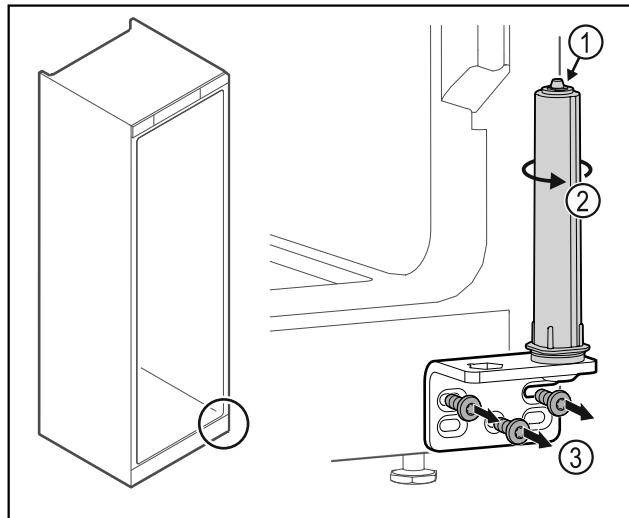

Fig. 36
- Ne razstavite sistema za zaklepanje vrat Fig. 36 (1).
- ▶ Obračajte zaporni sistem Fig. 36 (2), dokler ne klikne.
- ▶ Odvijte kotnik tečaja vrat Fig. 36 (3).